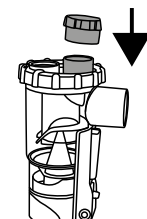

Bild 14
- Um den Atemwiderstand zu erhöhen, können Sie den im Lieferumfang enthaltenen Atemtrainer auf das Ausatemventil am oberen Teil des Verneblers stecken (Bild 14).